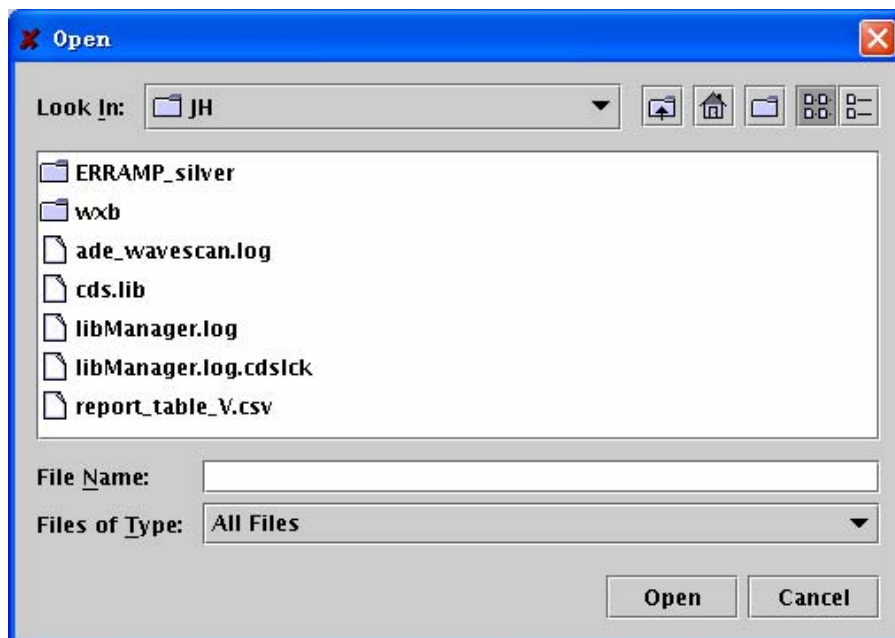

图 12.37 波形文件的载入
- 1) 同样在图形界面窗口，选择“Trace”→“Load”，将会弹出“Open”对话框，如图 12.37 所示：